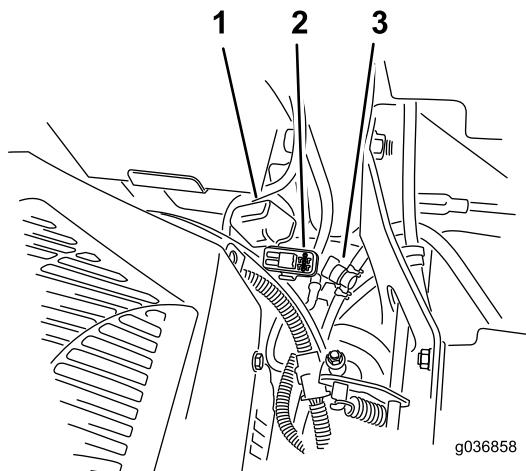

Figure 76
Remarque: Pour les tondeuses MyRide, assurez-vous que le câble de masse ne frotte pas contre le bras tiré ou le support inférieur de l'amortisseur (Figure 76).
Les fusibles sont situés sur la console droite, près du siège (Figure 76).
2. Remplacez le fusible (Figure 76).